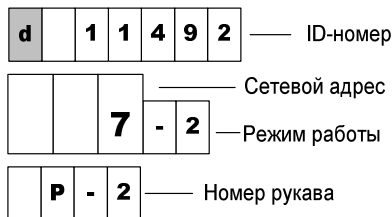

Рисунок 3
- отображение сетевого адреса, режима работы и ID-номер рукава (рисунок 3);